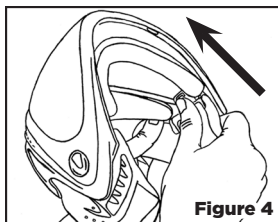

Figure 4
- 1 Les clips de rétention doivent être en position « ouvert » prêt à accueillir le verre. [voir figure 4]